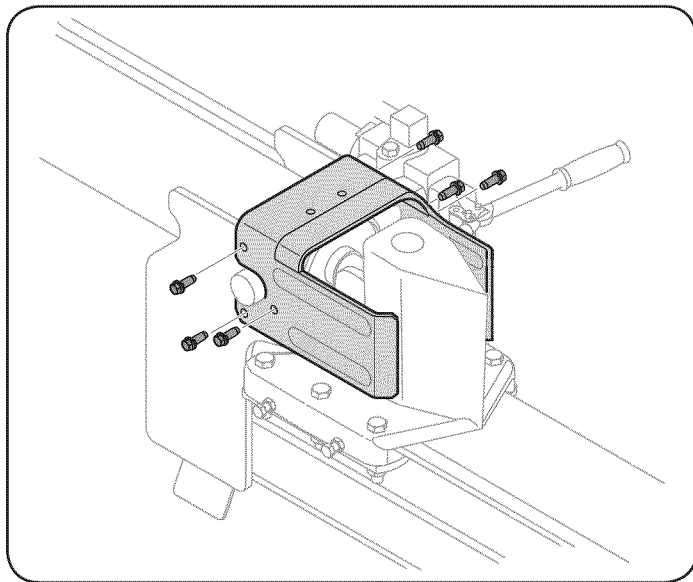

Figura 6
18. Levante y deslice el cilindro hacia arriba hasta el tope de la vigueta y dentro de los soportes soldados. Vea la Figura 6.